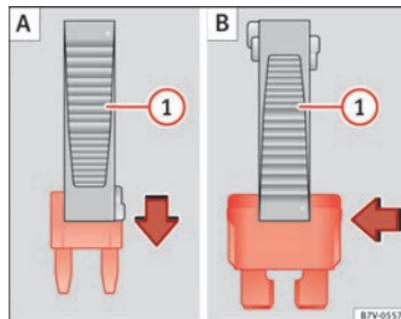

Abb. 205 Sicherung entnehmen oder einsetzen.
- Bei *kleinen Sicherungen* Klammer von oben aufstecken ⇒ Abb. 205 [A].
- Bei *größeren Sicherungen* Klammer seitlich auf die Sicherung schieben ⇒ Abb. 205 [B].